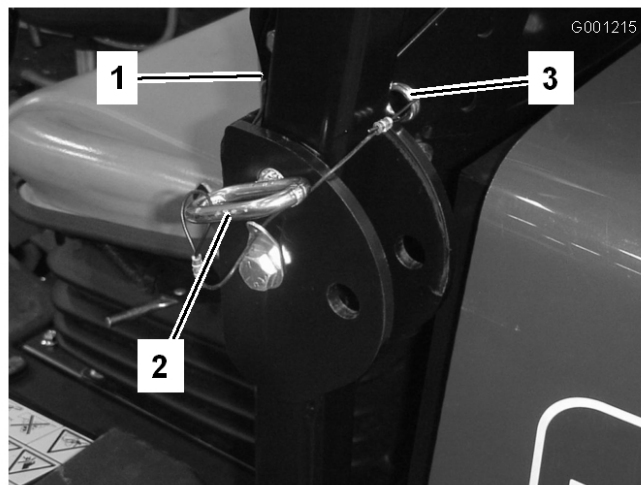

Figura 29
1. Para bajar la barra anti-vuelco, retire los pasadores de horquilla y retire los dos pasadores (Figura 29).
3. Instale los dos pasadores y fíjelos con los pasadores de horquilla (Figura 29).
4. Para elevar la barra anti-vuelco, retire los pasadores de horquilla y retire los dos pasadores (Figura 29).
5. Eleve la barra anti-vuelco a la posición vertical, instale los dos pasadores y fíjelos con los pasadores de horquilla (Figura 29).